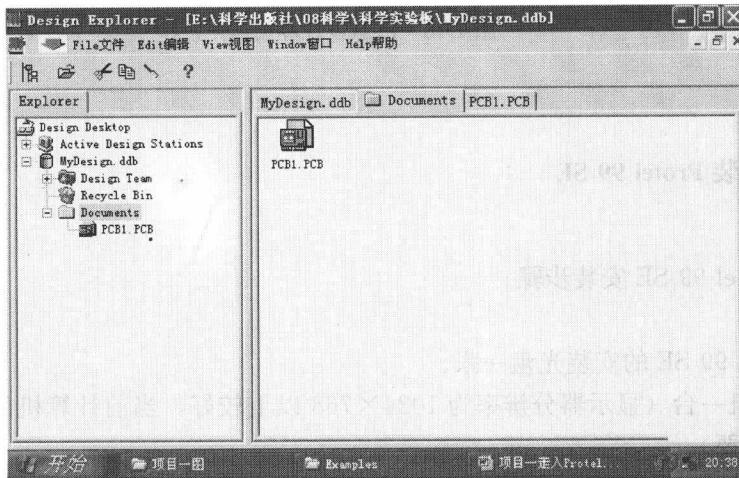

图 1-17 创建新 PCB 文件
2) 双击 PCB 文件图标 ，完成新 PCB 文件创建，如图 1-17 所示。